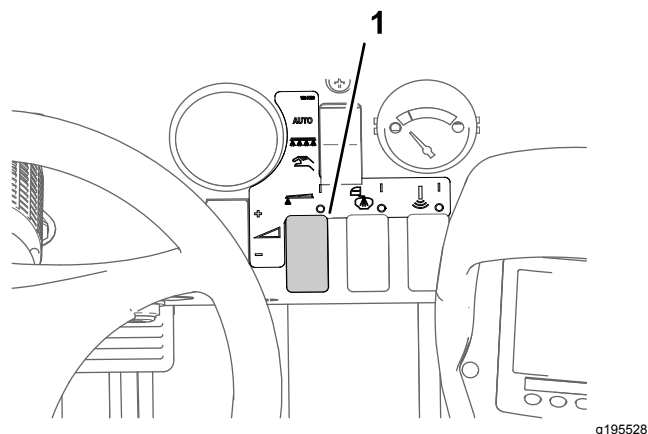

図 32
8. 散布率スイッチで所望の散布水圧にセットする。水圧は本体に付属の資料、ノズル選定ガイドを参照。 図 32